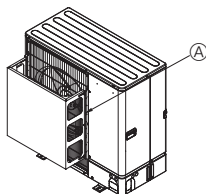

Fig. 2-5
- ② Dacă unitatea este instalată în zone în care vânturile puternice ale unui taifun, etc. pot intra direct în gura de evacuare, instalați un sistem opțional de ghidare a aerului. (Fig. 2-5)